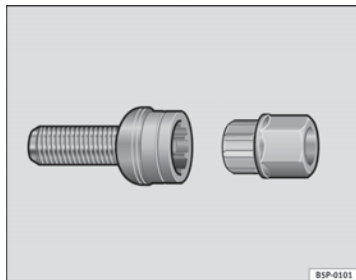

Fig. 128 Viti antifurto
- Innestare l'adattatore nella vite antifurto, spingendolo fino in fondo ⇒ fig. 128.